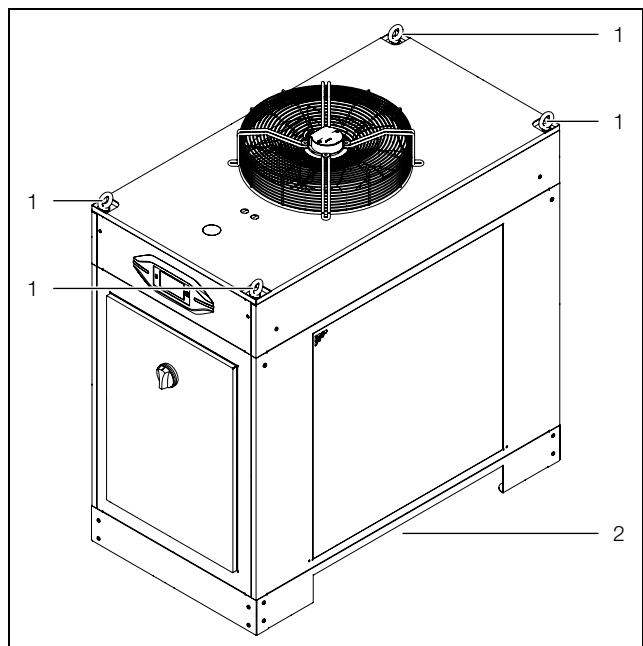

Fig. 18: Trasporto (nella figura è riportato un esempio della versione SK 333640x)
- con i golfari di sollevamento previsti a tale scopo utilizzando il dispositivo di sollevamento (fig. 18, pos. 1) oppure
- con un carrello industriale, tramite movimentazione nella parte inferiore e sollevamento laterale (fig. 18, pos. 2).
#### Legenda fig. 18